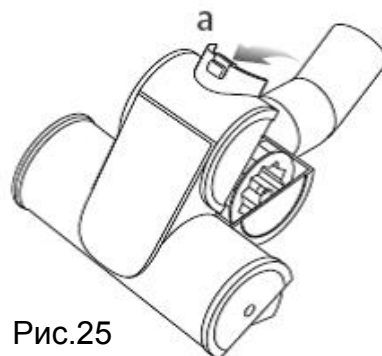

Рис.25
1. Сдвинуть фиксирующий зажим (а) вперед и осторожно опрокинуть корпус щетки вверх, чтобы открыть ее (Рис.25).